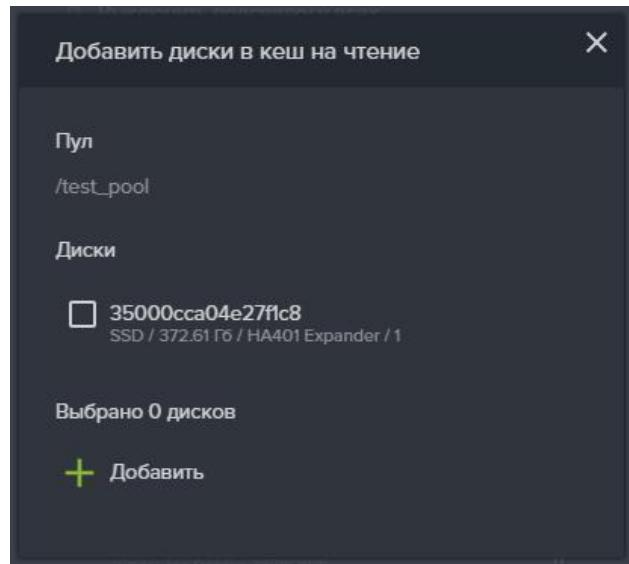

Рисунок 39 – Добавление в пул кэш на чтение
- Нажмите на кнопку «Добавить диски в кэш на чтение», откроется одноименное окно (см. Рисунок 39).